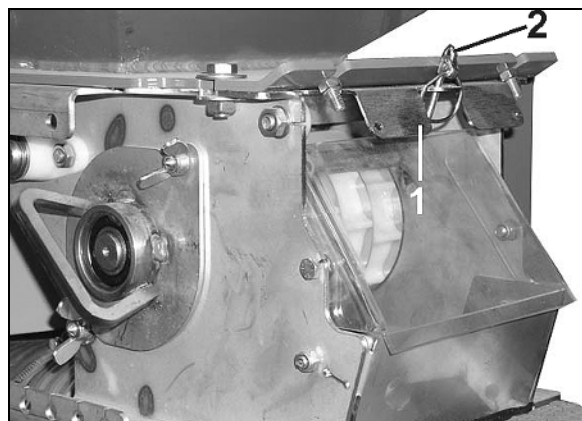

Bild 56
1. Ta ur låssprinten (Bild 56/2)
(behövs endast för att stänga fylld utsädesbehållare med spjället (Bild 56/1)).
Öppna alla spjäll (Bild 56/1) och säkra dem med låssprintar (Bild 56/2).